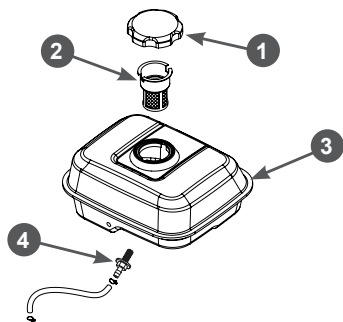

Рис. 12. Топливный бак и топливные фильтры
В топливном баке установлены два сетчатых топливных фильтра. Один фильтр устанавливается в заливной горловине топливного бака. Второй фильтр конструктивно объединен со штуцером топливного бака и установлен внутри бака (Рис. 12).
Каждые 300 часов работы или один раз в год в зависимости от того, что наступит раньше, необходимо производить очистку топливного бака от грязи и конденсата. Перед этим рекомендуется полностью выработать топливо. Одновременно с очисткой топливного бака необходимо проверять и очищать фильтр 4, установленный внутри бака (Рис. 12). Поврежденный или сильно загрязненный фильтр необходимо заменить.
3. Выкрутите из топливного бака выходной штуцер 4 и производите его очистку (Рис. 12). Внимательно осмотрите сетчатый фильтр. При обнаружении механических повреждений замените штуцер топливного бака.